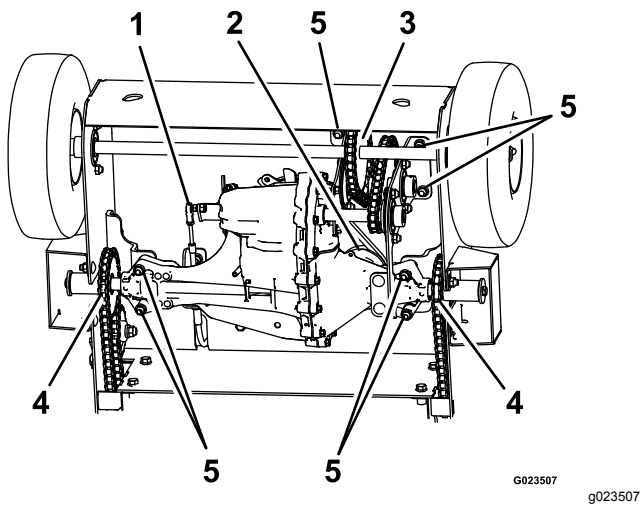

Рисунок 31
6. Снимите трансмиссию с машины (Рисунок 31).